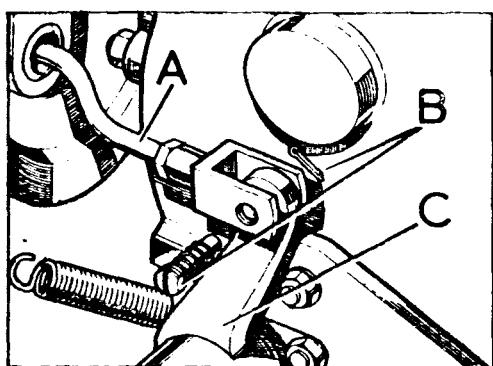

Fig. C1-14 Freno a la transmisión
- 1.5. Soltar la varilla, A, (Fig. C1-14) del freno de mano en su unión a la palanca - acodada, C.